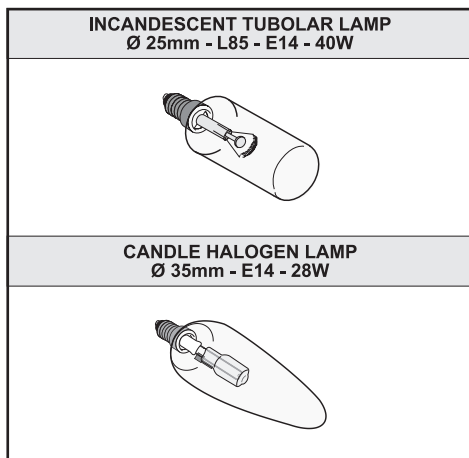

Fig.8
• Sostituzione delle lampade a incandescenza/alogene (Fig.8):